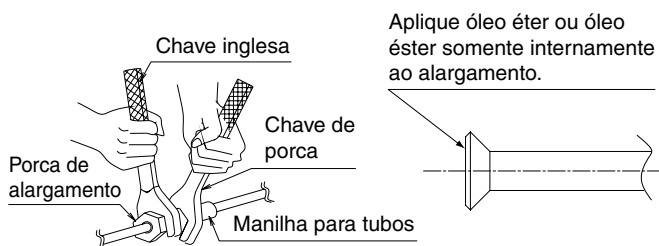

Fig. 6
(1) Ligue a tubagem.
- Certifique-se de que utiliza uma chave-inglesa e uma chave de porcas em conjunto, conforme ilustrado no desenho, ao ligar e desligar tubos da unidade. (Consulte a Fig. 6)